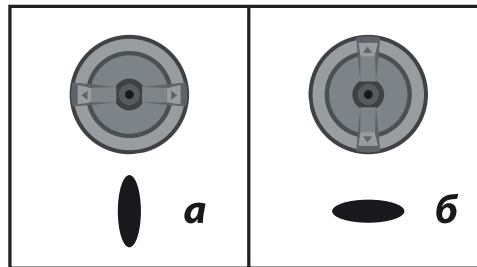

Рис. 3
- а)** горизонтально - для формирования вертикального факела при окраске вправо-влево (Рис. 3а);
- б)** вертикально - для горизонтального факела при окраске вверх-вниз (Рис. 3б);
9. Для регулировки интенсивности распыления поверните рычаг (1), чтобы отрегулировать необходимую форму факела от круглой до овальной.
**10.** При пробной окраске определите необходимую скорость ведения распылителя для равномерной окраски и расход материала, во избежание, при большой скорости и недостаточном расходе, неравномерного покрытия; а при низкой скорости и избыточном расходе - потеков материала. Регулировка расхода материала осуществляется вращением регулятора (1).